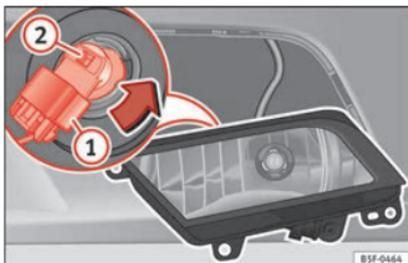

Fig. 216 Faro antiniebla.
- Extraiga el conector » fig. 216 ① de la lámpara.
- Gire el portalámparas » fig. 216 ② a la izquierda y tire.